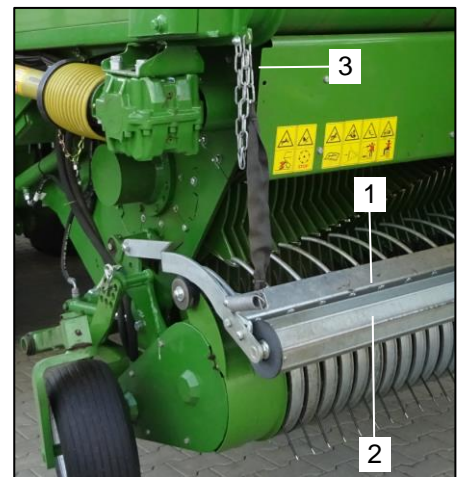

Bild 21: Leitkamm & Schwadrolle
Oberhalb der Pick Up ist die Maschine mit einem Leitkamm (Bild 21 / Pos.1) und einer Schwadrolle (Bild 21 / Pos.2) ausgestattet. Diese gewährleisten bei kurzem Erntegut eine einwandfreie Aufnahme des Materials. Das Futter wird vom Leitkamm gegen die Aufnahmezinken gedrückt, wodurch verhindert wird, dass es nach vorne wegfällt.
Je nach Schwadstärke kann der Leitkamm (Bild 21 / Pos.1) und die Schwadrolle (Bild 21 / Pos.2) durch Einhängen der Ketten (Bild 21 / Pos.3) in den gewünschten Abstand zur Pick Up gebracht werden.
In den meisten Fällen aber wird der Leitkamm (Bild 21 / Pos.1) durch die Schwadrolle (Bild 21 / Pos.2) geführt. Diese legt sich auf das Schwad und folgt dessen Kontur. Für eine einwandfreie Funktion muss sich die Schwadrolle leicht drehen lassen.
- Stellen Sie den gewünschten Abstand durch Einhängen der Ketten auf beiden Seiten der Maschine (Bild 21 / Pos.3) ein.